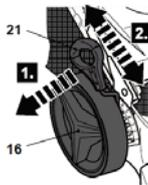

Fig. 22
1. Régler ou maintenir le levier de réglage de la hauteur de coupe (21) à une position supérieure à la 2^e position (Fig. 22).
3. Ouvrir le déflecteur latéral (18) et le maintenir en position ouverte. Accrocher le dispositif d'évacuation latéral (33) sur les axes.
1. Tirer le levier (21) vers la roue (16), puis le déplacer vers l'avant ou l'arrière pour régler la hauteur de coupe (Fig. 22).